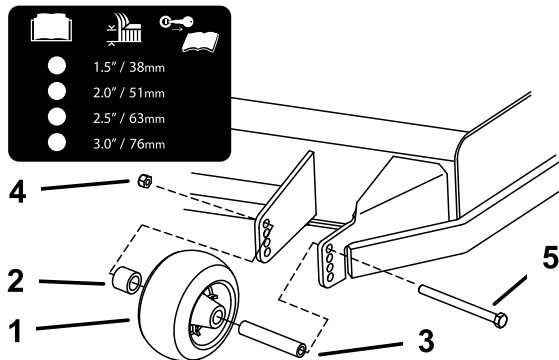

Figura 19
4. Accertatevi che i distanziali e le boccole siano montati (Figura 19).